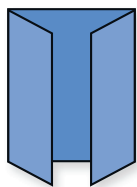

Abb. 5: Fensterfalz (Altarfalz)
- Bei Fenster-, Leporello- oder Zickzackfalz (Abb. 5 bis 6) bedarf es einer Abklärung.
Von den Technischen Richtlinien abweichende Directs wie zum Beispiel Spezialformate, spezifische Falzarten wie Fenster-, Leporello- oder Zickzackfalz (siehe Abb. 5 bis 6) bedarf es einer vorgängigen Abklärung und gegebenenfalls eines Probelaufes.